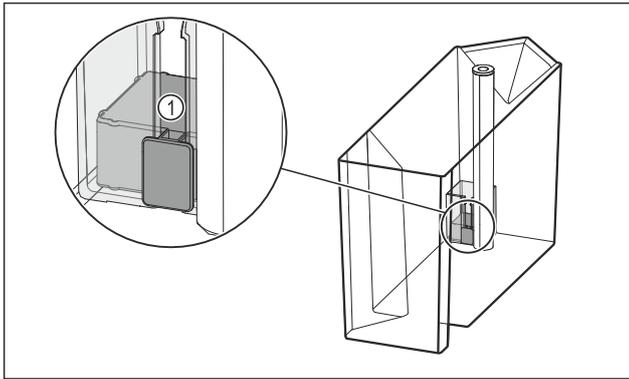

Fig. 100
- ▶ Prüfen, ob der Schwimmer Fig. 100 (1) verklemmt ist. Wenn Schwimmer verklemmt ist: